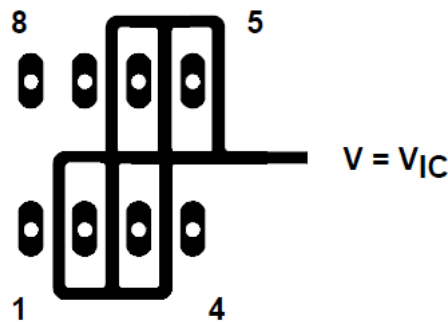
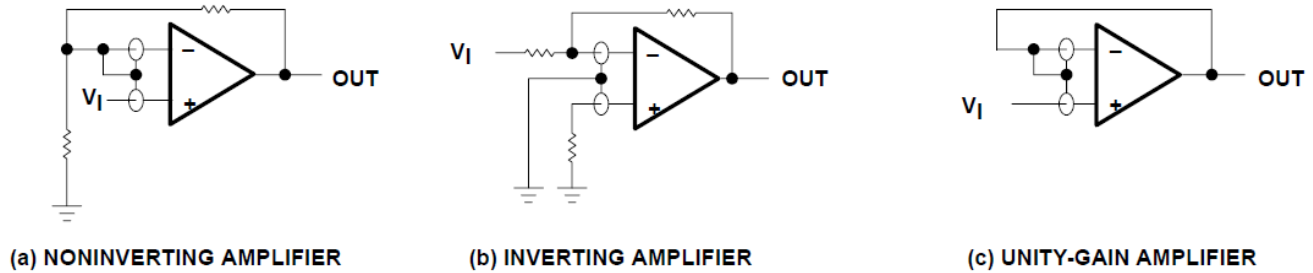

图 5-4. 器件输入端周围的隔离金属（JG 和 P 封装）
图 6-4. 防护环方案
1. 将器件与其他潜在的泄漏漏源隔离。在设备输入端周围和之间使用接地屏蔽层（请参阅图 5-4）。否则可能流向输入端的泄漏电流被分流。
由于极高的输入阻抗和由此产生的低偏置电流要求，TLC272 和 TLC277 非常适合低电平信号处理；然而，印刷电路板和插座上的泄漏电流很容易超过偏置电流要求并导致器件性能下降。在输入端周围安装防护环（类似于节 5 部分中的图 5-4）是一种很好的做法。在与共模输入相同的电压电平下，必须从低阻抗源驱动这些防护装置（请参阅图 6-4）。